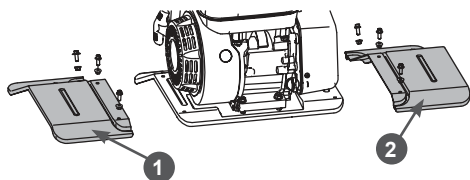

Рис. 17. Установка дополнительных защитных крыльев
- 6. Установите дополнительные защитные крылья, используя болты и гайки из комплекта крепежа (Рис. 17).